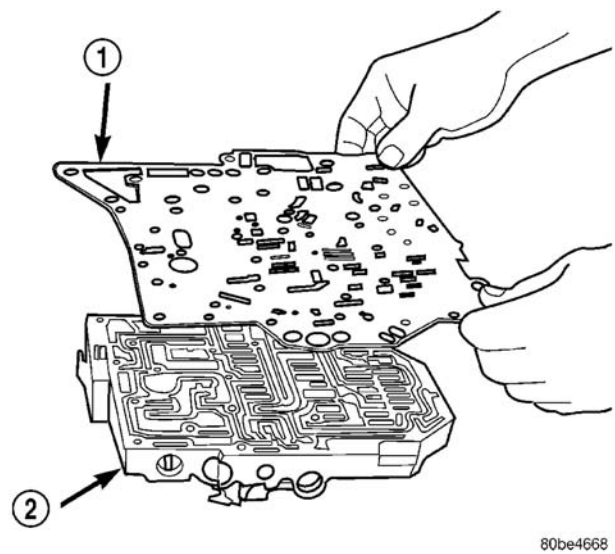

图 362 拆下隔板
（10）拆下隔板（图 362）。
- (12) 拆下止回球（图 362）。